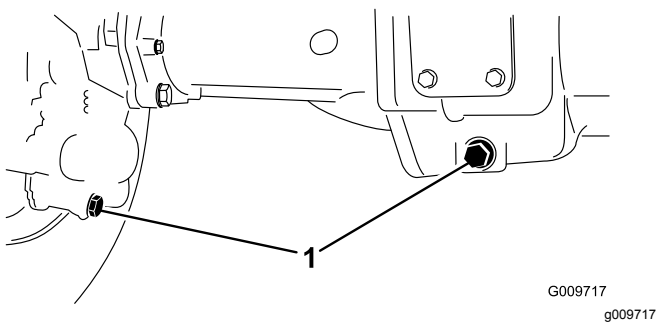

Bild 63
2. Reinigen Sie den Bereich um die drei Ablassschrauben: jeweils eine an jedem Ende und eine in der Mitte (Bild 63).